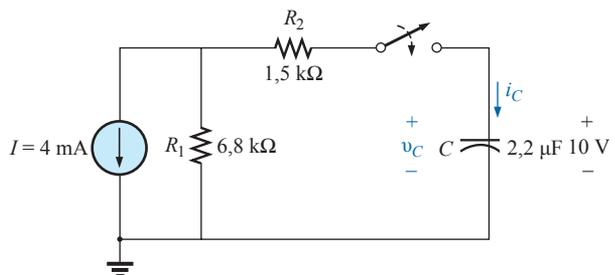

Figura 10.110 Problema 39.
39. O capacitor na Figura 10.110 está inicialmente carregado com 10 V, com a polaridade mostrada.